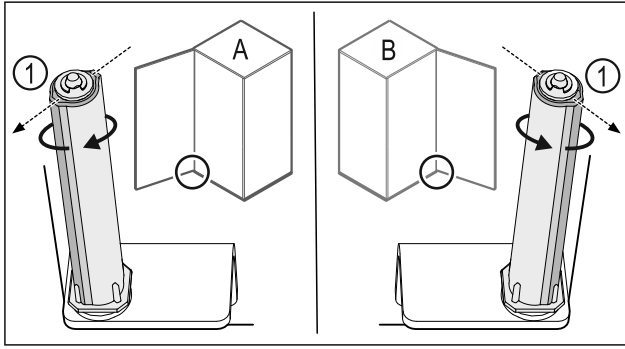

Fig. 38 Opritorul din stânga (A) / opritorul din dreapta (B)
- ▶ Rotiți sistemul de închidere până la rezistență, până când pragul sistemului de închidere Fig. 38 (1) este orientat spre exterior.